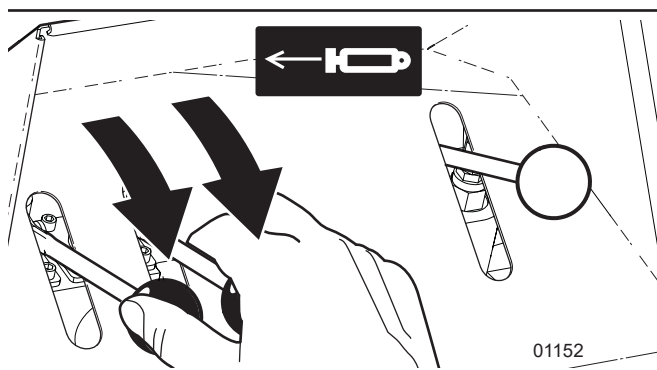

Figure 35—Poussez les deux manettes de contrôle du vérin de la fendeuse vers le bas
2. Simultanément, poussez les manettes de **déploiement du vérin de la fendeuse** et de **rentrée du vérin de la fendeuse** vers le bas (dans la soupape de détente; voir *Figure 35*) pour démarrer le **cycle automatique** :